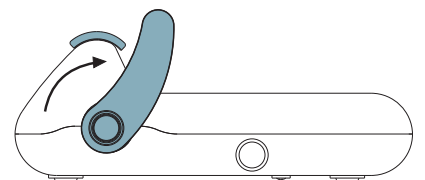

Fig.4
- 5► Levante la palanca (fig. 4) y retire el embalaje.